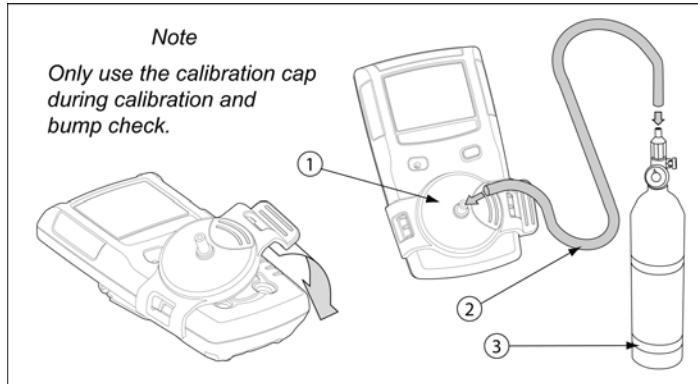

Figura 7. Conexión del cilindro de gas al detector
Consulte la siguiente La Figura 7 , Tabla 11, y procedimientos para conectar el cilindro de gas al detector para la calibración.
5. Fije la tapa de calibración al detector. Referirse a La Figura 7. Abierto la válvula en el regulador y aplicar gas a un caudal de 250-500 ml / min.